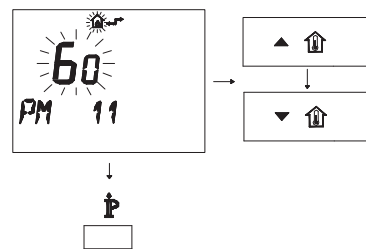

Figura 5.43
- Para modificar el punto de consigna programado use los botones **▲** o **▼** y espere a que el número programado comience a parpadear (Figura 5.43). Cada paso de aumento o reducción equivale a 1 segundo.